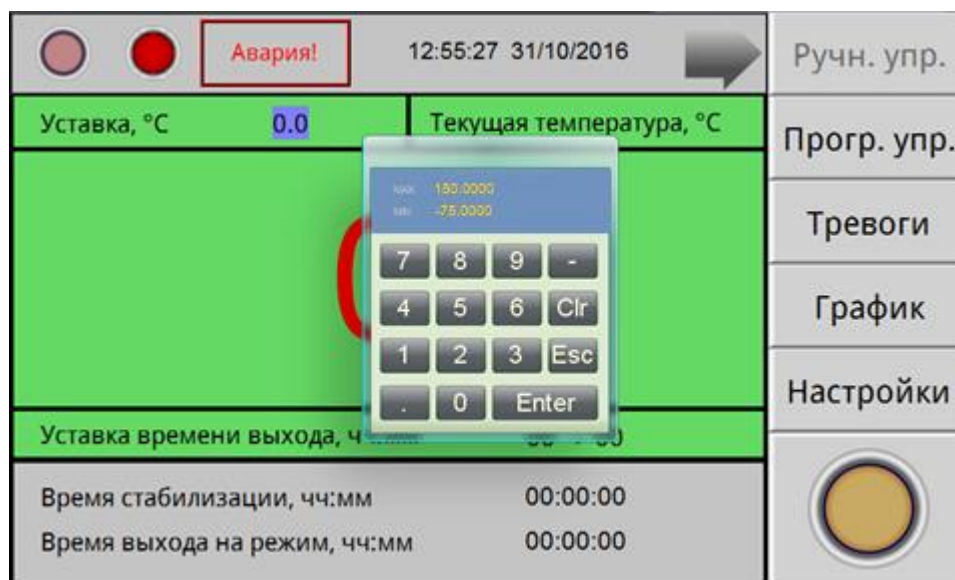

Рисунок 4
8.3 Для задания температуры уставки необходимо нажать поле на экране, в данном случае поле напротив надписи «Уставка». На экране появится вспомогательное окно ввода цифровой информации (рисунок 4). Набрать число, соответствующее задаваемой температуре. Для ввода температуры нажать на вспомогательном окне кнопку «Enter». На вспомогательном окне указан доступный диапазон задания температуры. В данном изделии минимальная температура - $-75\text{ }^{\circ}\text{C}$, максимальная $+150\text{ }^{\circ}\text{C}$.